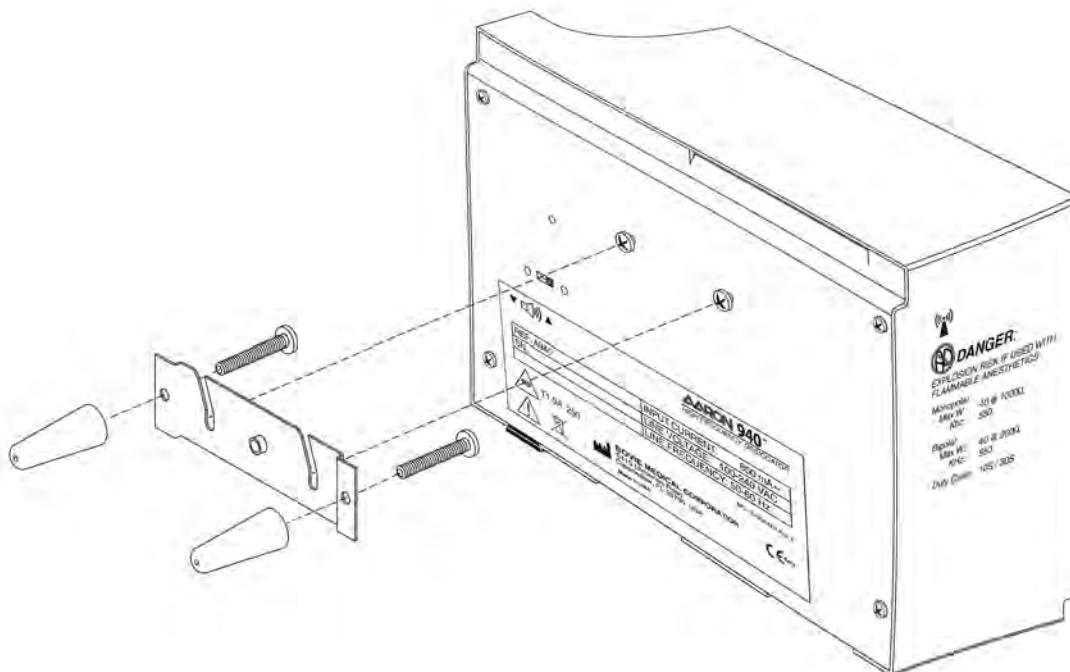

Figura 1
1. Monte o Gerador Aaron 940™ na parede ou carrinho opcional com o kit de montagem padrão (ver Figura 1). Não opere a unidade na posição horizontal, visto que podem cair líquidos sobre a unidade.